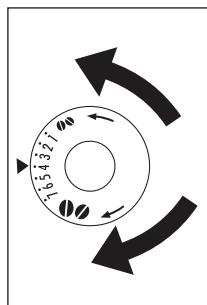

Abb. 40
- ▶ Für eine langsamere Ausgabe und cremigeren Kaffee drehen Sie um eine Position gegen den Uhrzeigersinn (feiner vorgemahlener Kaffee). Für eine schnellere Ausgabe (nicht tropfenweise) drehen Sie um eine Position im Uhrzeigersinn (größer vorgemahlener Kaffee) (Abb. 40).